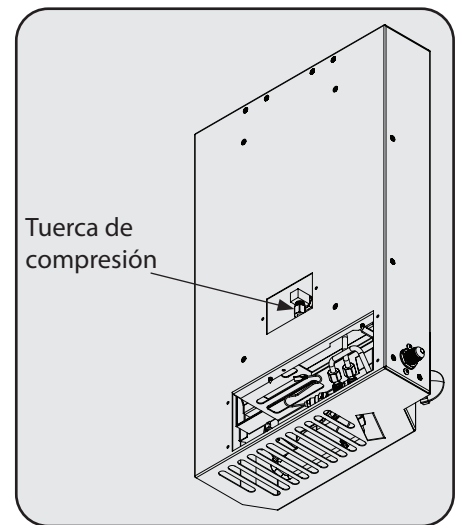

Figura 8
7. Use una llave de 9/16" (o de 14 mm) para remover la tuerca de compresión que conecta el tubo de gas del quemador al codo de bronce. Consulte la Figura 8. Asegúrese de usar una llave de 1/2" para mantener el codo en su lugar de manera que el torque en el codo no dañe la parte posterior del quemador principal.